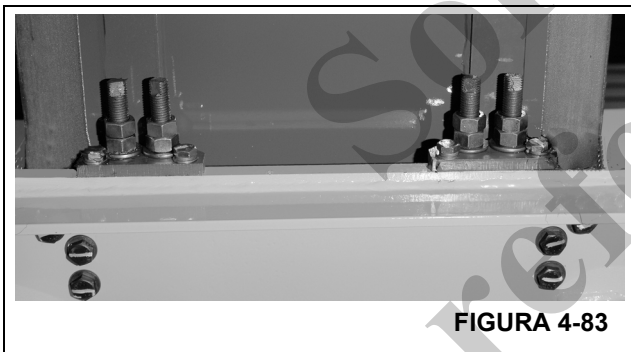

FIGURA 4-83
4. Conecte los cables de retracción centrales al extremo delantero de la sección de la base (Figura 4-83).